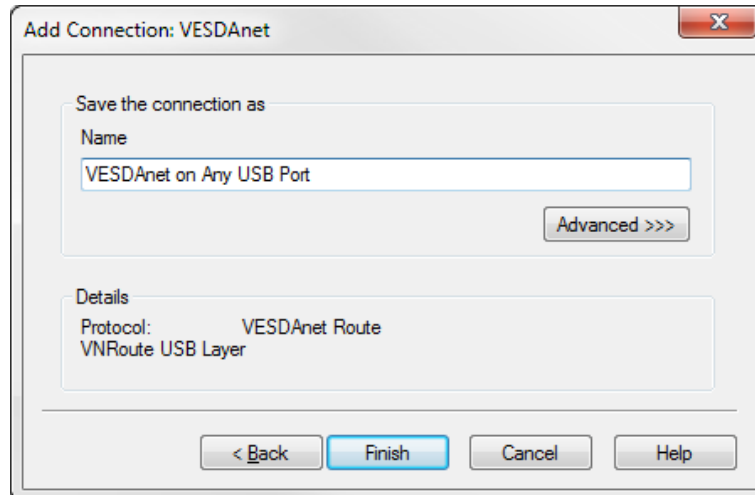

Figure 5-4: Saisir le nom de la connexion
- Saisissez un nom pour la connexion ou acceptez le nom pré-défini, puis sélectionnez **Terminer** (Figure 5-4).